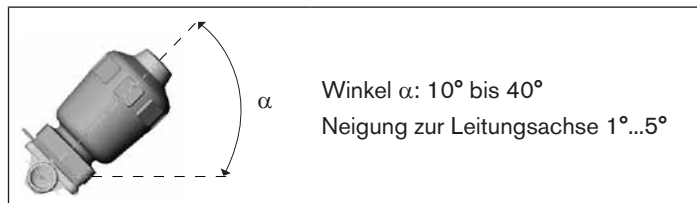

Bild 25: Einbaulage zur Selbstentleerung des Gehäuses
- Gehäuse um den Winkel $\alpha = 10^\circ$ bis 40° geneigt zur Horizontalen einbauen (siehe „Bild 25: Einbaulage zur Selbstentleerung des Gehäuses“).